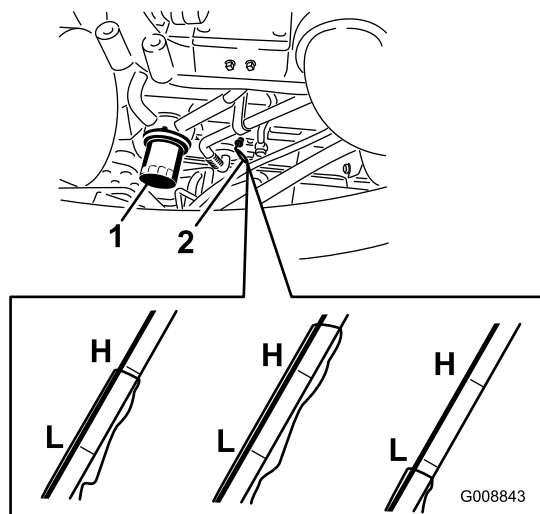

Figure 56
2. Sortez la jauge (Figure 56), essuyez-la sur un chiffon propre, replacez-la dans le goulot de remplissage, puis ressortez-la. Le niveau d'huile doit atteindre le repère maximum.
2. Enlevez le filtre à huile (Figure 56). Appliquez une fine couche d'huile propre sur le joint du filtre de rechange avant de le visser en place. **Ne serrez pas excessivement.**